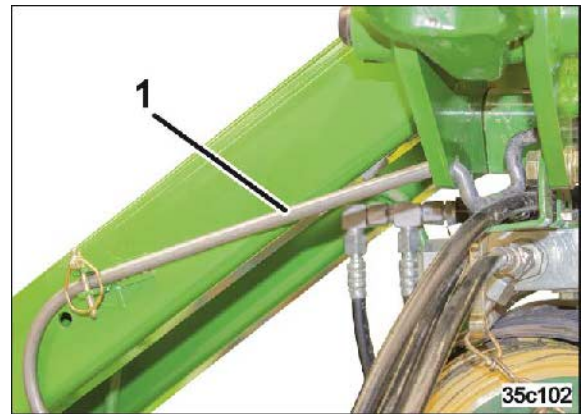

Fig. 85
12. Fastgør bøjlen på transportholderen, og lås med ringsplitten (Fig. 85/1).